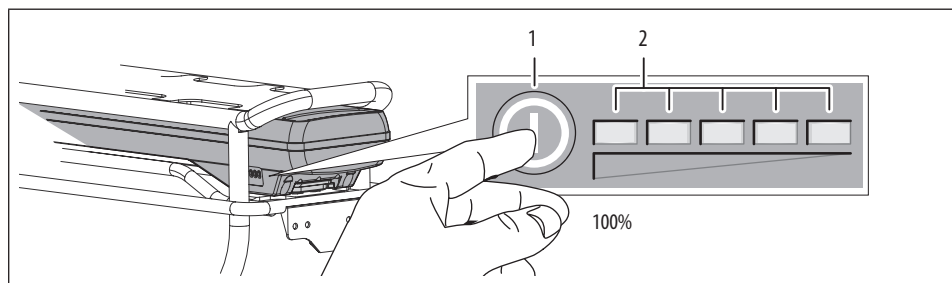

Figure 7.
Voir Figure 7. Appuyez sur le bouton "ON/OFF" (1) d'activation/désactivation du système. Lorsque vous appuyez sur ce bouton pour activer le système, l'indicateur à DEL (2) de niveau de charge de la batterie s'éclaire et affiche le niveau actuel de charge de la batterie, et l'afficheur de l'ordinateur de bord (HMI) est également activé.